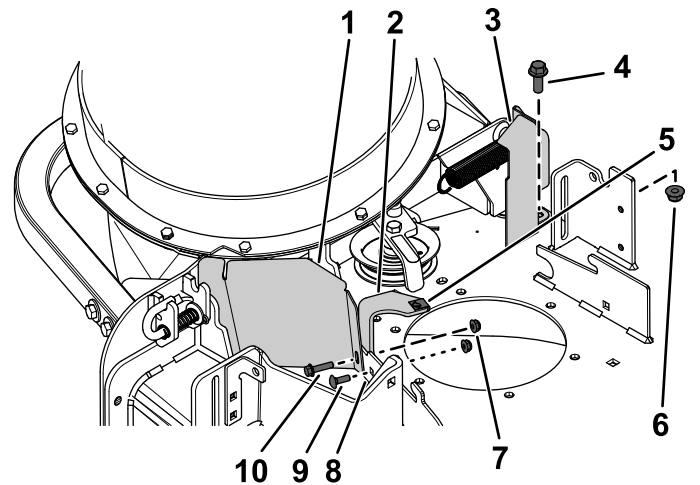

Figure 6
1. Alignez les trous de la protection de poulie CE sur le trou du support de déflecteur avant et sur le trou extérieur à l'avant de la bride de plateau (Figure 6).
2. Alignez le support du protège-courroie CE sur les trous situés à l'arrière de la bride avant du plateau (Figure 6)
3. Fixez la protection de poulie CE et le support du protège-courroie sur la bride avant du plateau au niveau du trou extérieur à l'aide d'un boulon à tête hexagonale (1/4" x 1") et d'un contre-écrou (1/4"), comme montré à la Figure 6.
4. Fixez le support du protège-courroie à la bride avant du plateau au niveau du trou intérieur à l'aide d'un boulon de carrosserie (1/4" x 3/4") et d'un contre-écrou (1/4"), comme montré à la Figure 6.
5. Alignez le trou dans la bride arrière du support du protège-courroie CE et le trou du plateau duquel vous retiré le support du protège-courroie OEM à l'opération 1 de Dépose du support de fixation du protège-courroie \(page 4\) ; voir Figure 6.
6. Alignez l'écrou à clip sur le trou au sommet du support du protège-courroie CE, et poussez-le sur le support (Figure 6).
7. Fixez légèrement la protection arrière sur le plateau de coupe à l'aide d'un boulon à tête hexagonale (3/8" x 1") et d'un écrou à embase (3/8"), comme montré à la Figure 6.